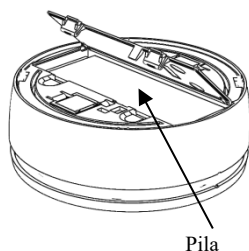

Figura 9
4. Abra la tapa del compartimento de las pilas (*ver la Figura 9*).